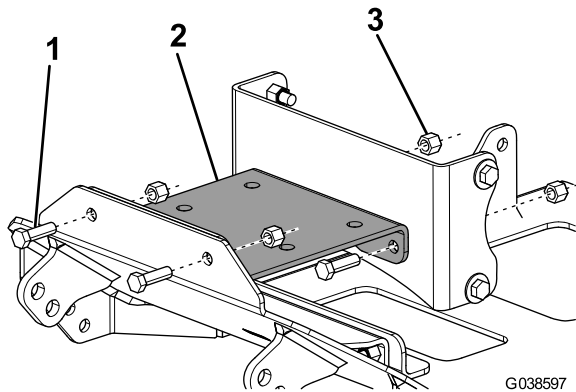

Figure 4
6. Fixez légèrement le support de treuil avant à la plaque de protection du chasse-neige et au support de treuil arrière à l'aide de 4 boulons (3/8 x 1-1/4 po) et 4 contre-écrous (3/8 po), comme montré à la Figure 4.